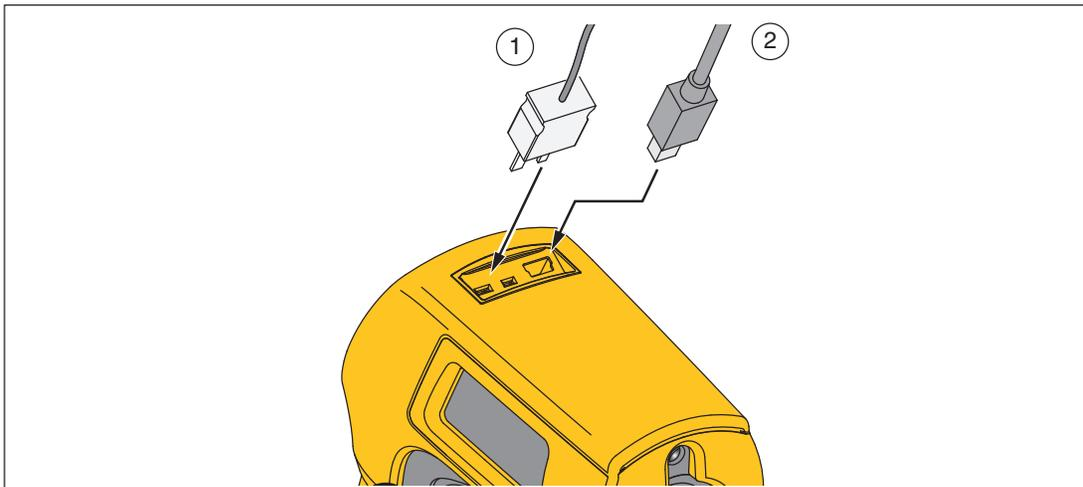

Figure 7. Connexions USB et de thermocouple
Les données mémorisées dans le peuvent être téléchargées vers un ordinateur personnel (PC) à l'aide d'un cordon USB fourni et du logiciel de documentation FlukeView® Forms inclus. Reportez-vous à la documentation de FlukeView® Forms pour les détails. L'entrée USB ② est en haut de l'appareil, près de l'entrée de sonde externe ① (voir Figure 7).
L'appareil est livré avec une sonde thermocouple de type K à perle. La sonde se branche sur l'entrée de sonde en haut de l'appareil (voir Figure 7).